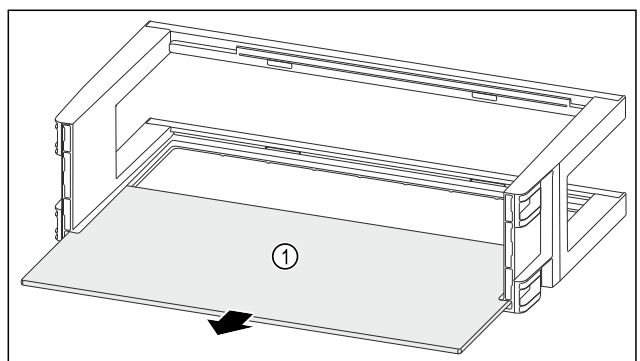

Fig. 109
- ▶ Abstellfläche Fig. 109 (1) entnehmen.